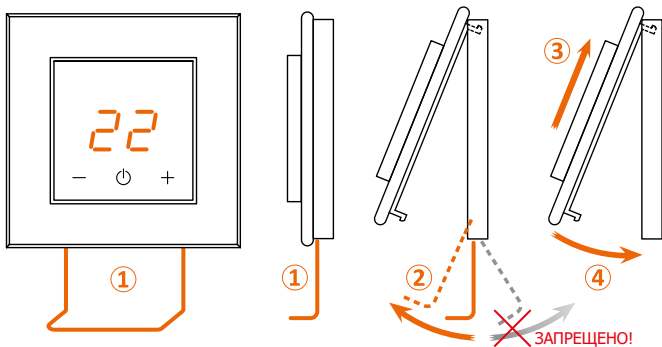
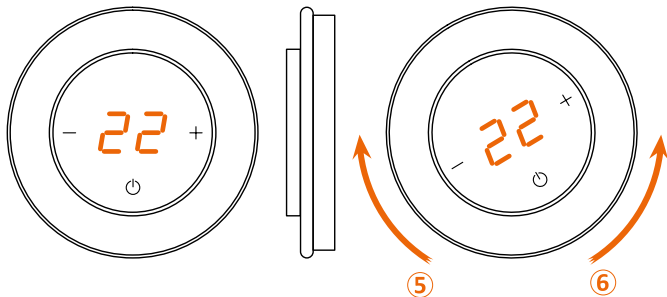

Рис. 4. Снятие и монтаж терморегулятора серий TAKTO и ORTO.
Рис. 5. Снятие и монтаж терморегулятора серии RONDA.
- Установите терморегулятор (рис. 4 или рис. 5).